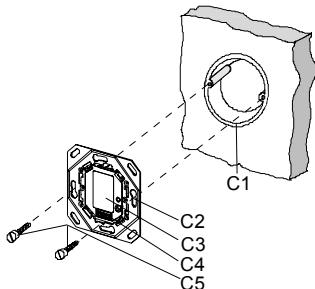

Bild 3: Montage des Treibers mit Bus-Anschluss
Der Treiber mit Bus- Anschluss ist so zu montieren, dass sich die Schnittstelle unten befindet (Bild 3). Dadurch ist sichergestellt, dass die auf die Schnittstelle aufzusteckende Anzeigeeinheit in der für die Bedienung richtigen Lage montiert wird.
- Lösen Sie die Schrauben des Treibers in der UP-Dose, (Bild 3).